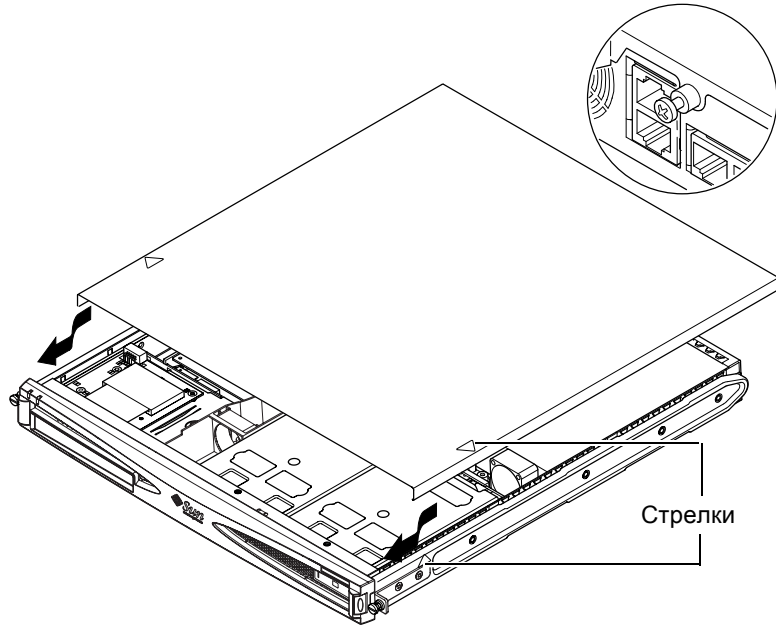

РИС. 4-9 Установка верхней крышки
7. Поставьте на место крышку сервера и затяните фиксирующий винт (см. РИС. 4-9 в Разд. 4.7 “Установка верхней крышки” на стр. 4-14).
5. Поставьте на место крышку сервера и затяните фиксирующий винт (см. РИС. 4-9 в Разд. 4.7 “Установка верхней крышки” на стр. 4-14).
3. Поставьте на место крышку сервера и затяните фиксирующий винт (см. РИС. 4-9 в Разд. 4.7 “Установка верхней крышки” на стр. 4-14).
8. Поставьте на место крышку сервера и затяните фиксирующий винт (см. РИС. 4-9 в Разд. 4.7 “Установка верхней крышки” на стр. 4-14).
3. Затяните задний фиксирующий винт (см. РИС. 4-9).